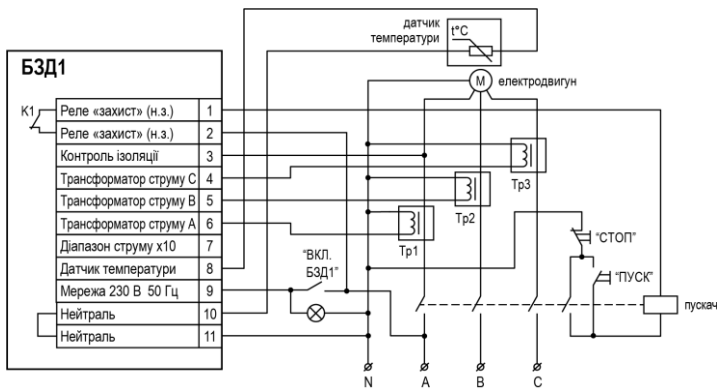

Рисунок 4 – Схема підключення
- Закріпити фазні проводи так, щоб вони проходили через трансформатори струму під прямим кутом до їх магнітопроводів (див. *рисунок 4*).